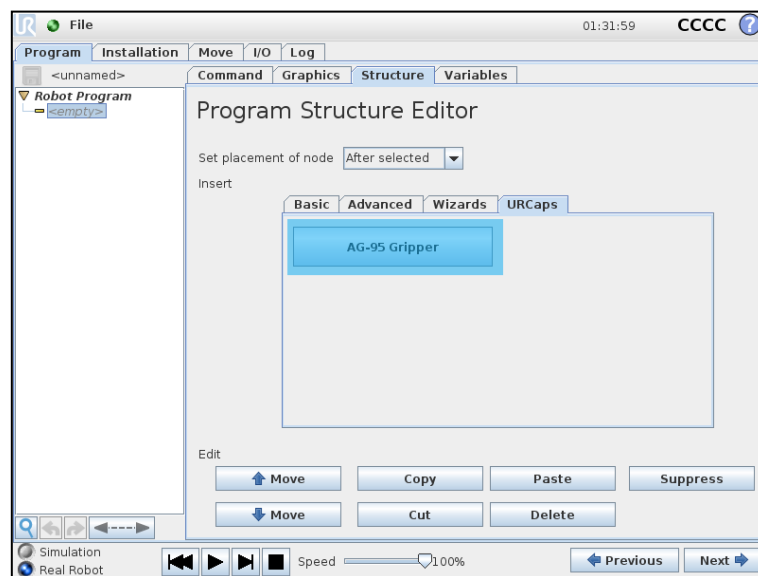

图 5.17 添加插件程序
8. 选中 **AG-95 Gripper** 添加插件控制程序。如图 5.17 所示。